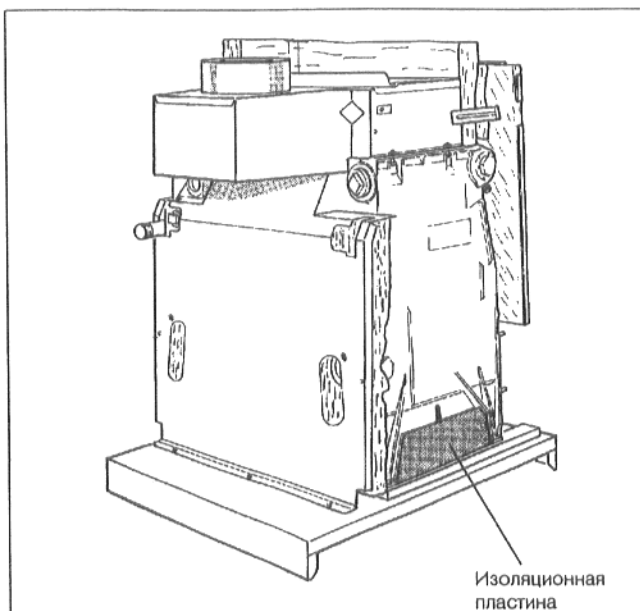

Рис. 10: Изоляционные пластины
- Вставить изоляционные пластины сбоку между литыми опорами (Рис. 10).